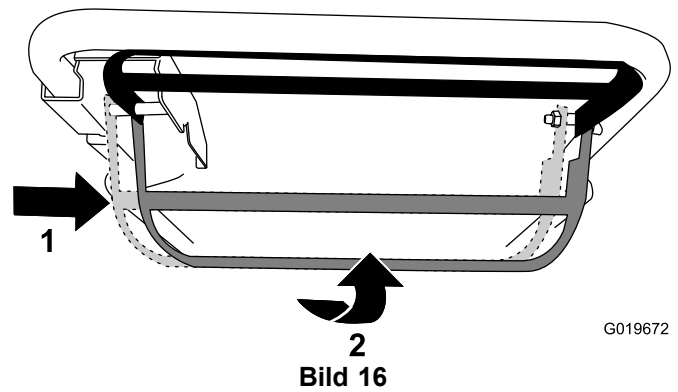

Bild 16
- **Verwenden des Selbstantriebs und Einkuppeln der Messer:** Schieben Sie den Schaltbügel ganz nach rechts und drücken Sie ihn zum Bügel (Bild 16).